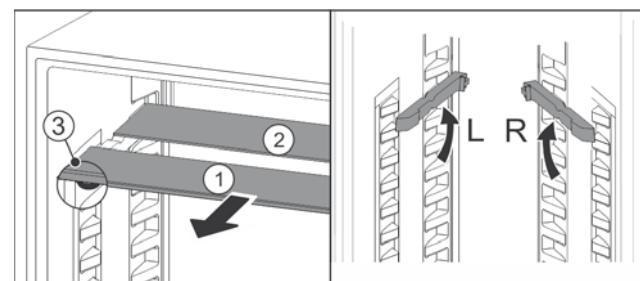

Fig. 26
- ▶ По одной извлеките Fig. 26 (1) стеклянные панели движением вперед.
- ▷ Стеклянная панель Fig. 26 (1) с декоративной планкой лежит спереди.
- ▶ Стопоры Fig. 26 (3) показывают вниз.